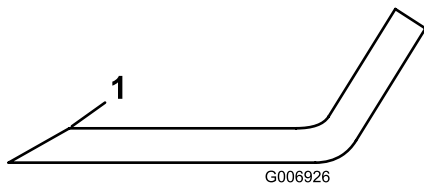

Bild 85
5. Untersuchen Sie die Schnittkanten aller Messer. Schärfen Sie alle stumpfen und ausgekerbten Schnittkanten. Schärfen Sie nur die Oberseite der Schnittkante und behalten dabei den ursprünglichen Schnittwinkel bei, um die Schärfe des Messers zu gewährleisten (**Bild 85**).
6. Wenn das Messer stumpf ist oder Kerben hat, schärfen Sie nur die Oberseite der Schnittkante und behalten den Originalschnittwinkel bei (**Bild 85**).